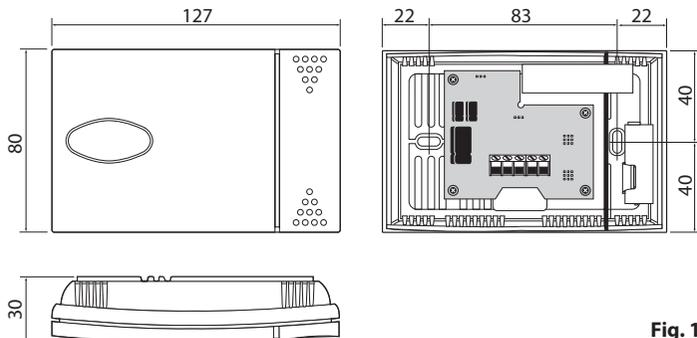
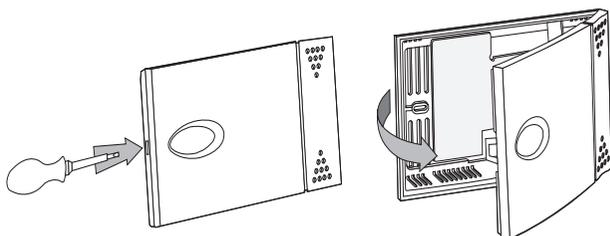
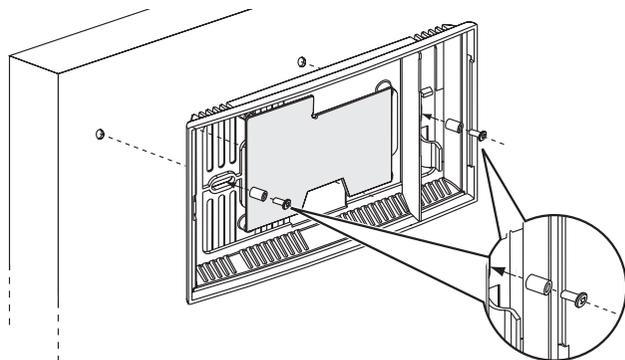

Fig. 1
Fig. 2
Fig. 3
In order to open the probe you have to operate as explained in Fig. 1; in order to fasten it, see Fig. 3:
N.B.: to avoid damaging the sensor during the screwing of the screws and causing a possible earth connection of the sensor protection shield, it is advisable to use the spacers (see Fig. 3) contained in the fastening kit within the packaging.
Per l'apertura della sonda si deve procedere come illustrato in Fig. 2, per il fissaggio (come in Fig. 3):
N.B.: per evitare di danneggiare il sensore durante l'avvitamento delle viti e di provocare un eventuale messa a terra della calza di protezione del sensore, si consiglia l'uso dei distanziali (vedi Fig. 3) presenti nel kit di fissaggio all'interno dell'imballo.